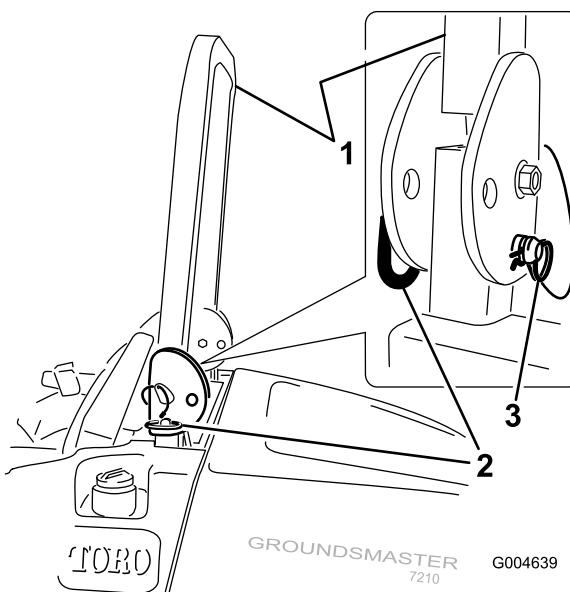

Figura 10
1. Para baixar a barra de segurança, retire os pernos de gancho, empurre a barra de segurança para a frente contra as molas e retire os dois pinos (Figura 10).
3. Instale os dois pinos e fixe-os com os contrapinos (Figura 10).
4. Para levantar a barra de segurança, remova os contrapinos e os dois pinos (Figura 10).
5. Levante a barra de segurança na vertical, instale os dois pinos e fixe-os com os contrapinos (Figura 10).